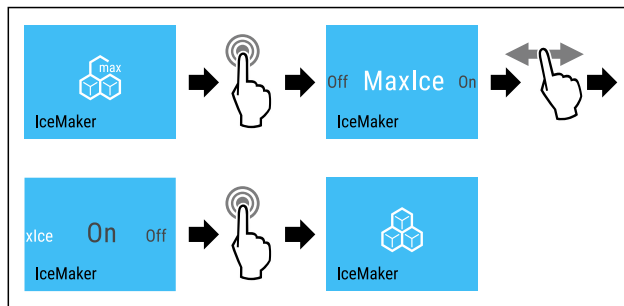

Fig. 22
- ▶ Wykonać czynności (patrz Fig. 22).